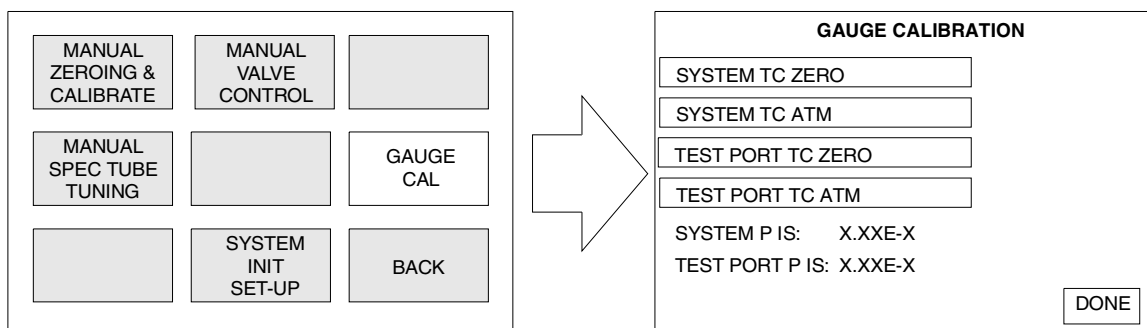

Figura 3-9 Pantalla de Calibración del Indicador
Toque el cuadro CALIBRACIÓN DEL INDICADOR para mostrar la pantalla Calibración del Indicador (Figura 3-9), que permite realizar una calibración del termopar de presión del sistema (botón TP) o del indicador del termopar del puerto de pruebas.
6. Vaya a la pantalla CALIBRACIÓN DEL INDICADOR (Figura 3-9 en página 3-10) si no está en ella ya.
3. Espere aproximadamente diez segundos para que la presión del puerto de pruebas se estabilice. Pase a la pantalla Calibración del Indicador (Figura 3-9 en página 3-10).